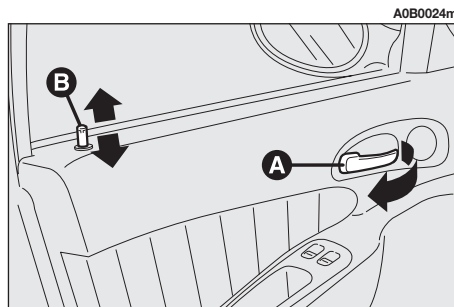

fig. 16
— Pour ouvrir la porte, tirer la poignée (**A-fig. 16**) indépendamment de la position du pommeau (**B**).
— **De l'intérieur:** les portes fermées, presser l'un des pommeaux (**B-fig. 16**) sur les portes avant, pour enclencher (bloquer) le verrouillage centralisé.
**AVERTISSEMENT** Pour les portes avant, il n'est pas possible de garder en position baissée le pommeau (**B-fig. 16**) si la porte n'est pas fermée correctement.